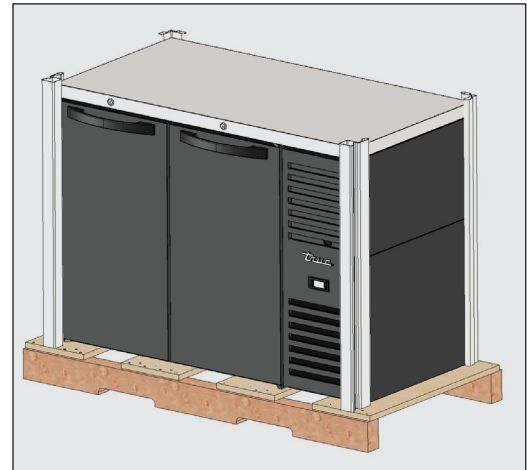

Fig. 1. Retirez l'emballage extérieur.
1. Enlevez l'emballage extérieur (carton et papier bullé ou coins en polystyrène expansé et plastique transparent). Voir fig. 1. Vérifiez qu'il n'y a pas de dommages cachés. Là encore, effectuez immédiatement une réclamation auprès du transporteur si vous constatez un dégât.